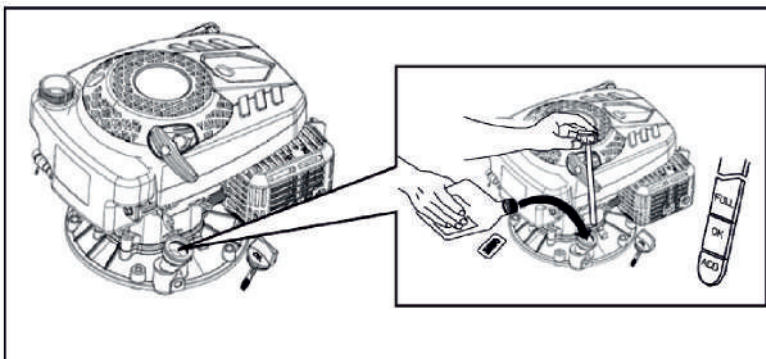

Рис. 10
2. Откройте крышку маслозаливной горловины и извлеките масляный щуп (Рис. 10).